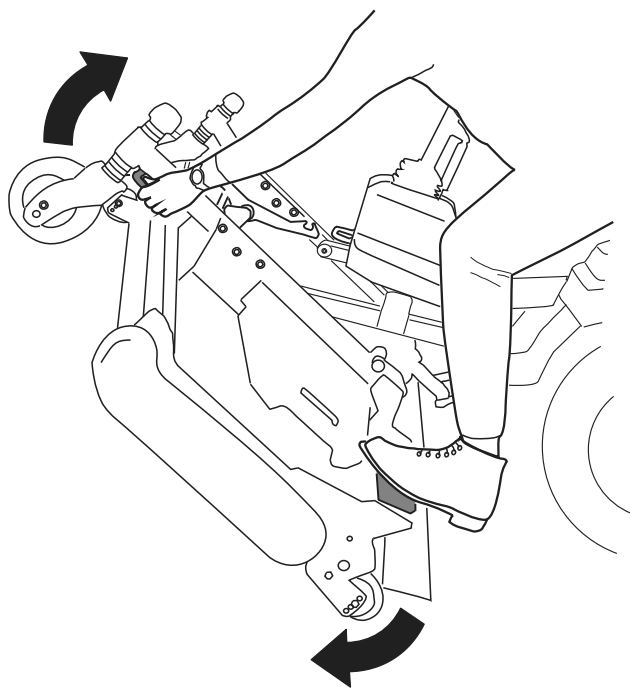
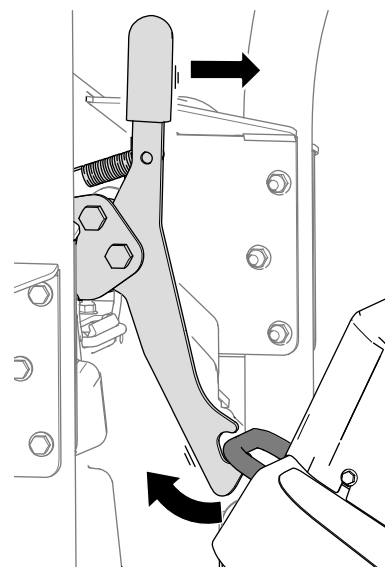
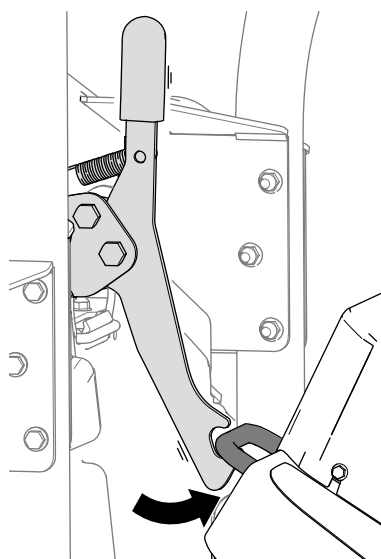

Figura 39
Figura 41
Figura 40
5. Rode a unidade de corte (Figura 39) para que o trinco engate no suporte de fixação (Figura 40).
1. Solte o trinco da unidade de corte do suporte de fixação (Figura 41) rodando a unidade de corte para a frente (consulte Figura 39) e puxando a pega para a frente.